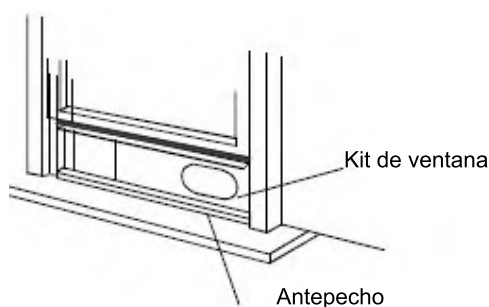

Fig.10
3. Corte el sello de espuma (tipo adhesivo) a la longitud adecuada y péguelo en la parte superior de la ventana. Se muestra como en la Fig. 10